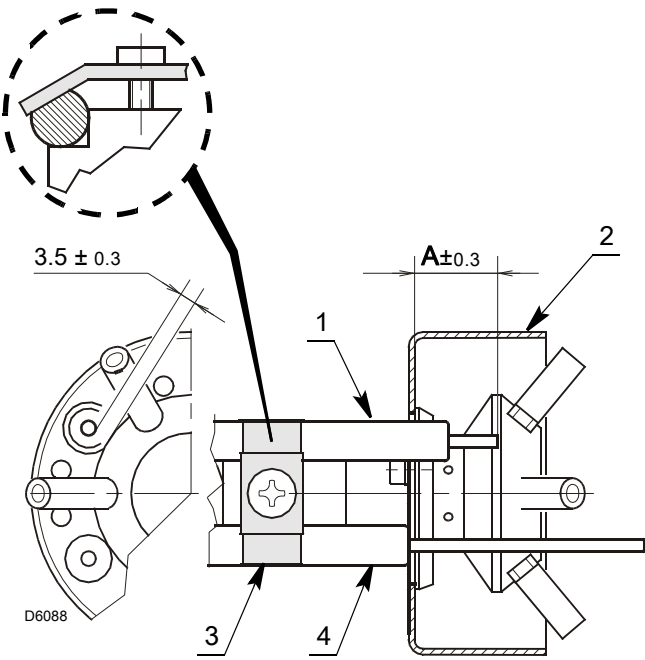

图 15
- 确保板 3) (图 15) 始终插在电极 1) 的平坦位置。